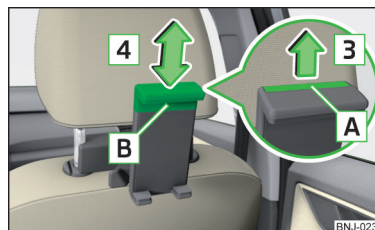

Fig. 93
- Træk låsetappen **A** ud i pilens retning **3**, og skub delen **B** til den ønskede position i pilens retning **4** » Fig. 93.